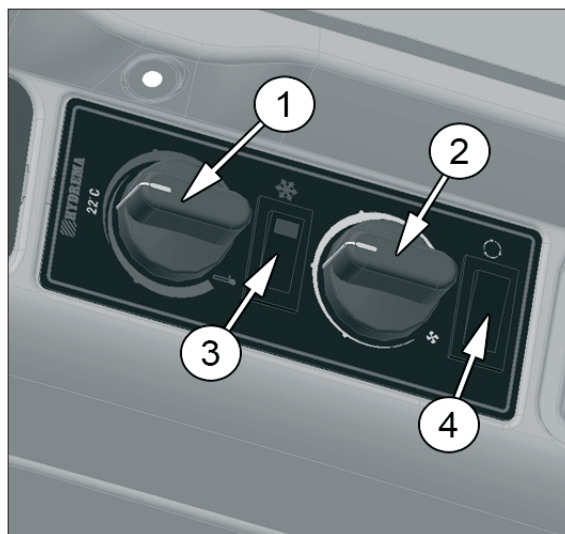

Fig. 93.1
Luftkonditioneringssystemet fig. 93.1 kylvärmer luften i hytten. Luftkonditioneringssystemet kan även användas för avfuktning av luften (se sidan 29). Luftkonditioneringssystemet består av sex huvudkomponenter:
1. Fläkten - 2 fig. 93.1 testad från max. till min. Slå på luftkonditioneringssystemet - 3 fig. 93.1 och ställ in temperaturen på kyla - 1 fig. 93.1. Ställ in fläkten på max. och återcirkulation - 4 fig. 93.1. Kontrollera om kall luft kommer ut ur alla munstycken inom 5 minuter.
2. Stäng av luftkonditioneringssystemet - 3 fig. 93.1 och ställ in temperaturen på varm. Låt maskinen arbeta tills hytten värms upp (tar längre tid om motorn är kall).